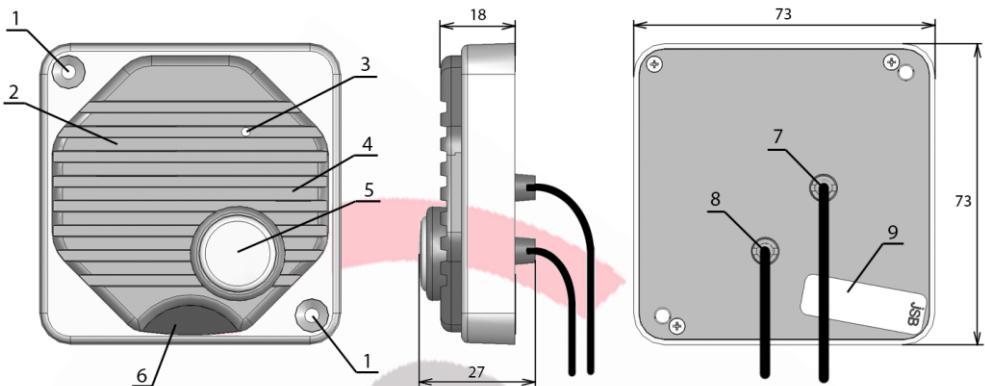

Рис. 1. Назначение основных узлов панели:
6) Нажмите кнопку открывания замка на мониторе. Вызывная панель должна показать открывание замка зуммером (короткий писк или серия писков) и светодиодом (короткое мигание) за защитным фильтром ИК-подсветки (6 на рис. 1), замок должен открыться.